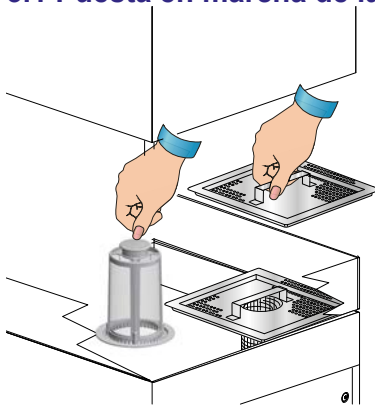

fig. 1
• Controle que el filtro de aspiración de la bomba esté bien alojado en su sede en el fondo de la cuba (ver fig. 1).
- Introduzca los filtros de superficie (ver fig. 1).